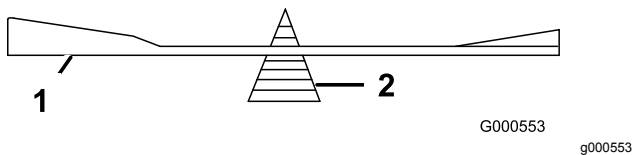

Bild 63
2. Prüfen Sie die Auswuchtung des Schnittmessers auf einer Ausgleichsmaschine (**Bild 63**).